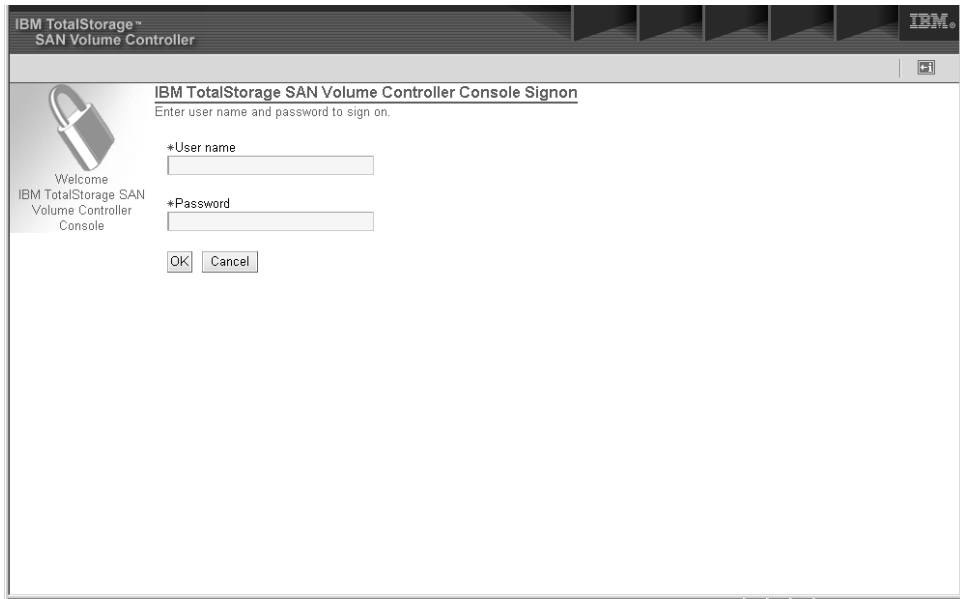

图 19. SAN Volume Controller Console Signon 面板
1. 使用客户提供的用户名和密码登录到主控制台。然后双击 SAN Volume Controller Console 图标，将显示下面的 SAN Volume Controller Console Signon 面板。请参阅第 4 页的图 19。